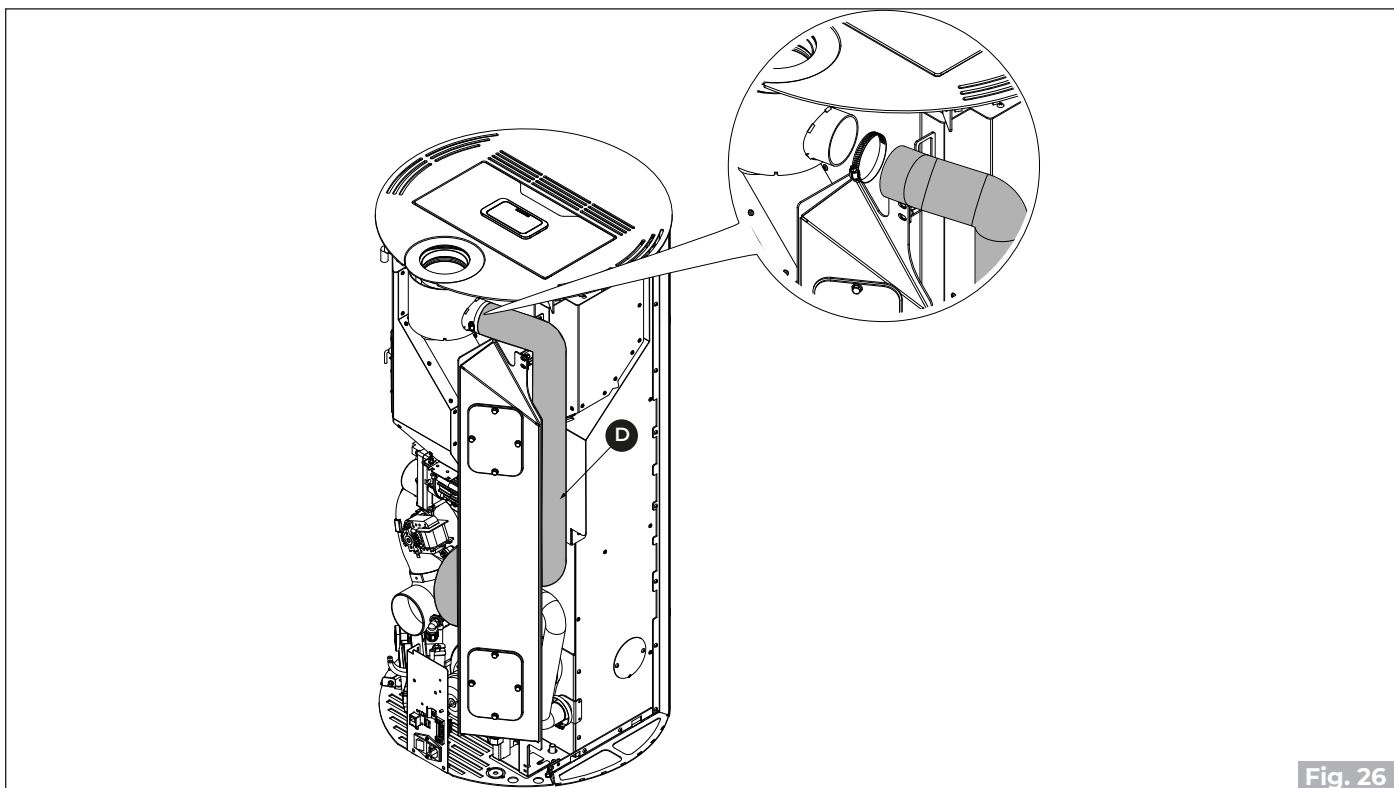

Fig. 26
- Desconectar el tubo flexible **(D)** del aire comburente en la parte superior ("Fig. 26").